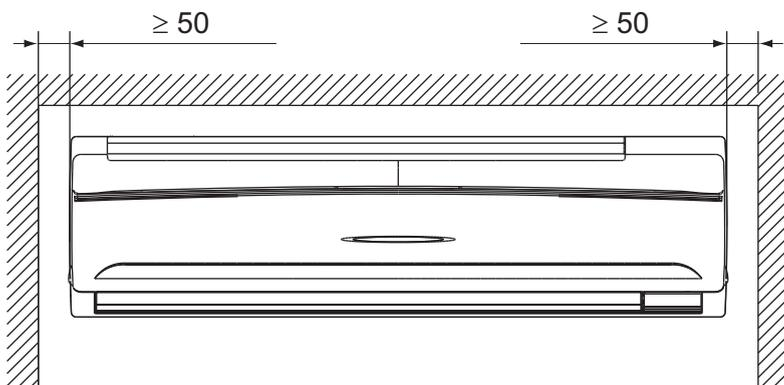
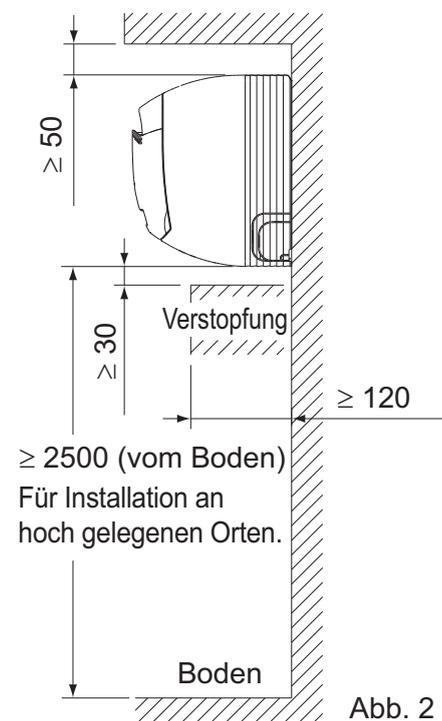

Abb. 1
Abb. 2
(1) Wählen Sie einen Installationsort, an dem die folgenden Bedingungen erfüllt werden und der den Wünschen Ihres Kunden entspricht.
**(Siehe Abb. 1 und Abb. 2)**
Um die Fußbodenfläche zu bestimmen, benutzen Sie die Grafik oder die Tabelle. Siehe Abbildung 1 auf der Innenseite der vorderen Abdeckung.